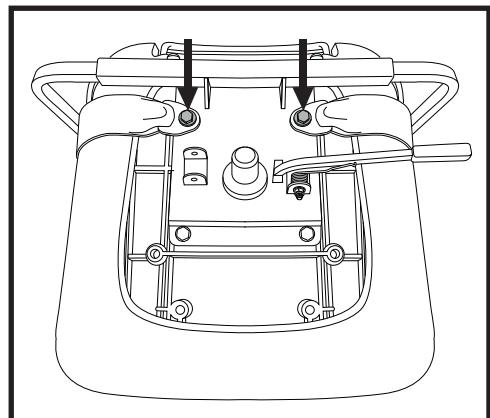

Figura 28. Bulloni per cinture di sicurezza
2. Posizionare la seduta a testa in giù per poter lavorare sulla base della seduta. Vedere figura 28.